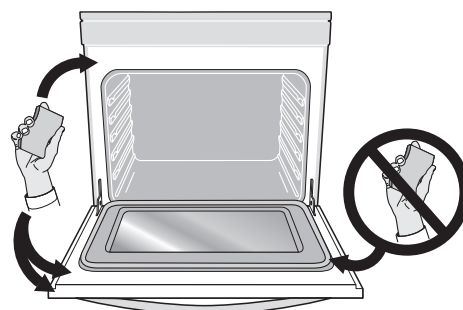

Figure 21 : Zones de la porte du four à nettoyer avec précaution
- Ne pas nettoyer le joint de porte du four (Figure 21). Ne pas utiliser de produits à nettoyer les fours sur le joint de porte. Cela peut endommager le joint. Le matériel tissé de la porte du four est essentiel à une bonne étanchéité. Il faut prendre garde à ne pas froter, endommager ou enlever le joint de porte.